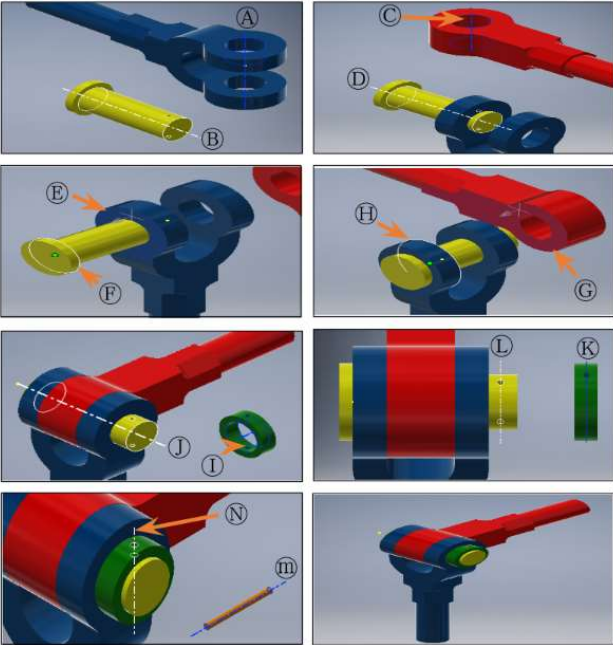

Figura 2
2) Estrategia de solución en la figura 2.